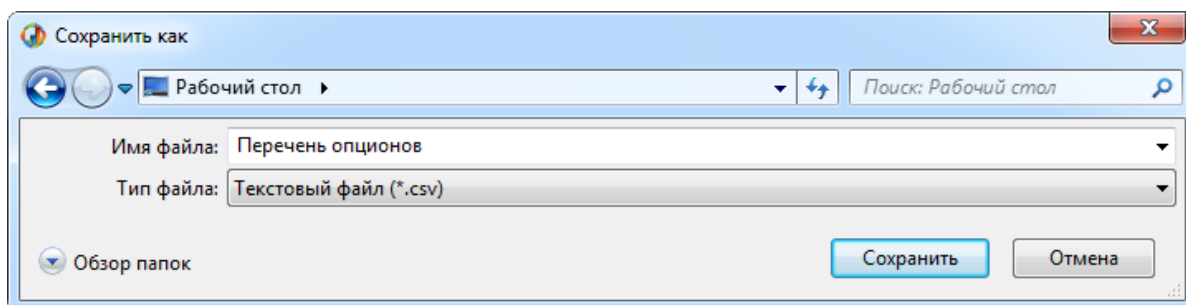

Рис. 13-29 – Стандартное окно «Сохранить как»
3) В стандартном окне «Сохранить как» указать путь и имя файла для сохранения (рис. 13-29). По умолчанию предлагается имя файла «Перечень опционов.csv», при необходимости изменить его. Формат сохраняемого файла CSV (Comma Separated Values) – текстовый файл с данными, где значения разделяются запятой. Эти файлы умеет читать программа MS Excel и преобразовывать в электронные таблицы.